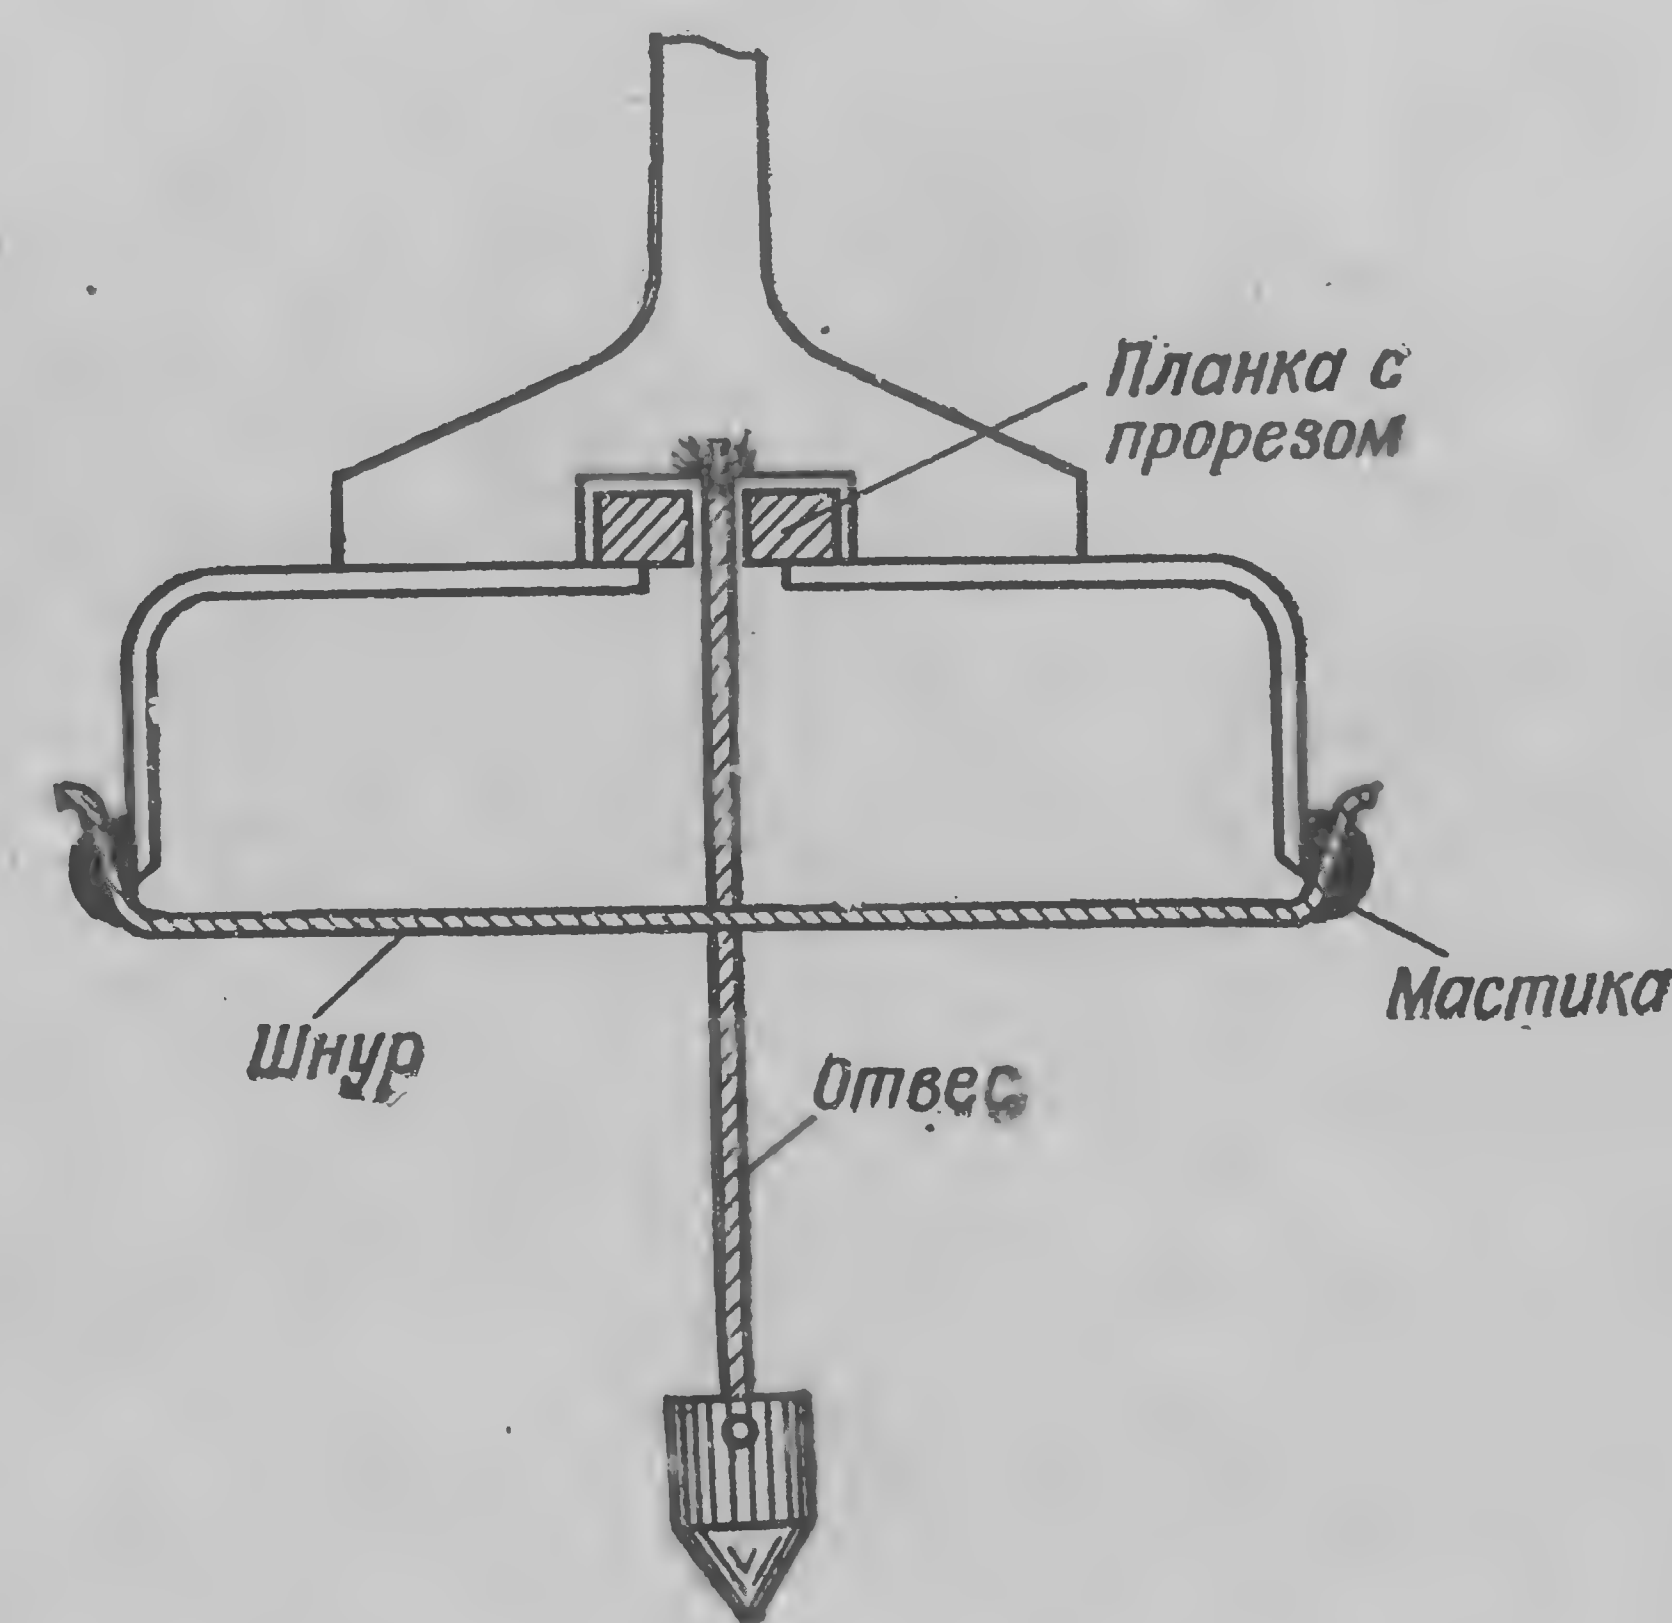

Рис. 30. Установка отвеса
2. Натянуть шнуры и опустить отвесы с дульной и казенной частей нижней половины крайней левой направляющей так, чтобы шнур отвеса совпадал с серединой паза (рис. 30).